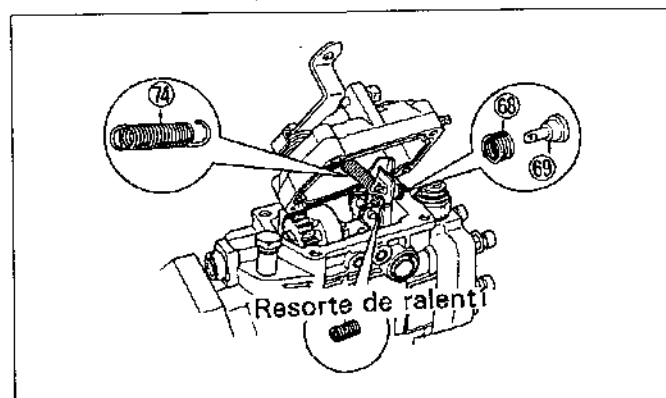

Figura.14-61 Instalación de la cubierta del regulador (2)
(2) Instale el resorte del amortiguador 68 en el asiento del resorte 69. Inserte el asiento del resorte por la palanca de tensión y enganche el extremo libre del resorte de control 74 en el asiento del resorte 69. (Vea la figura.14-61)
(3) Para los reguladores del tipo (M-M), coloque el eje de control de velocidad por la palanca de tensión y ponga entonces el resorte de amortiguador en el eje de control e instale el anillo de retención.